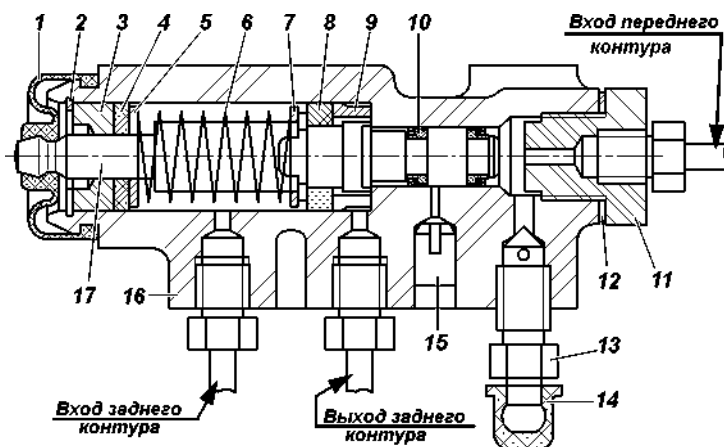

Рис. 9.30. Регулятор давления:
Регулятор давления. На автомобилях, не оснащенных антиблокировочной системой тормозов, устанавливается механический регулятор давления, действующий на задние тормоза (рис. 9.30), который обеспечивает оптимальное распределение тормозных сил по осям автомобиля и не допускает опережающую блокировку задних колес. При обслуживании проверяйте работоспособность регулятора давления. Очищайте регулятор от грязи и проверяйте надежность его крепления. Внешним осмотром убедитесь, что регулятор и детали его привода не имеют повреждений, отсутствуют подтекания тормозной жидкости и люфты в соединении стойки с упругим рычагом и кронштейном на заднем мосту.
При нажатии на педаль тормоза поршень 17 (рис. 9.30) регулятора давления должен выдвинуться из корпуса на
3. Заверните болт 4 (рис. 9.31) до соприкосновения его с хвостовиком поршня 17 (рис. 9.30) регулятора.